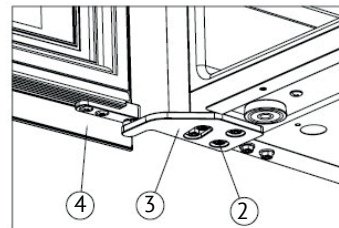

Bild 5
➔ Installieren Sie das rechte obere Scharnier ③ und ziehen Sie die M5\*16-Schrauben fest ② (Bild 5).